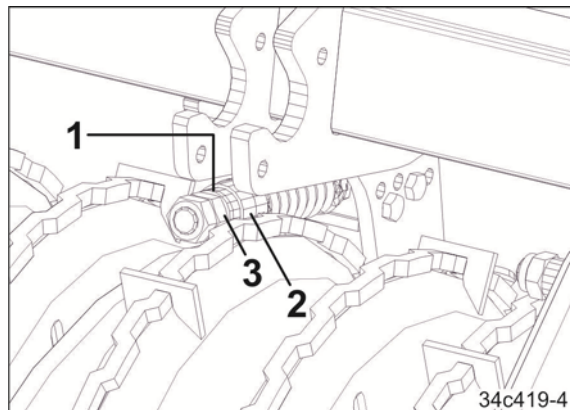

Fig. 165
2. Sett inn 1 til 2 avstandsskiver (Fig. 165/1) mellom bøssing (Fig. 165/2) og sekskantmutter (Fig. 165/3).